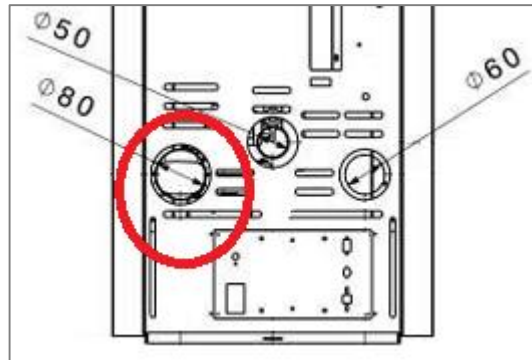

Figura 3
3. Haverá um registo na parte inferior da conduta de evacuação que permite a eliminação de resíduos sólidos e líquidos. Este registo está normalmente incorporado no T que será imediatamente afixado à saída da estufa (ver figura 3).